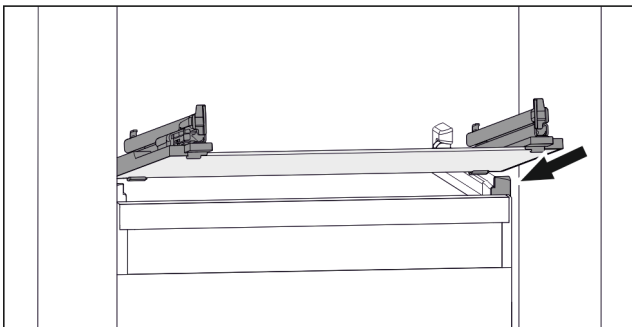

Fig. 111 Примерно изображение на стъклената плоча
- ▶ Поставете стъклената плоча под ъгъл зад ограничителите. (виж Fig. 111)